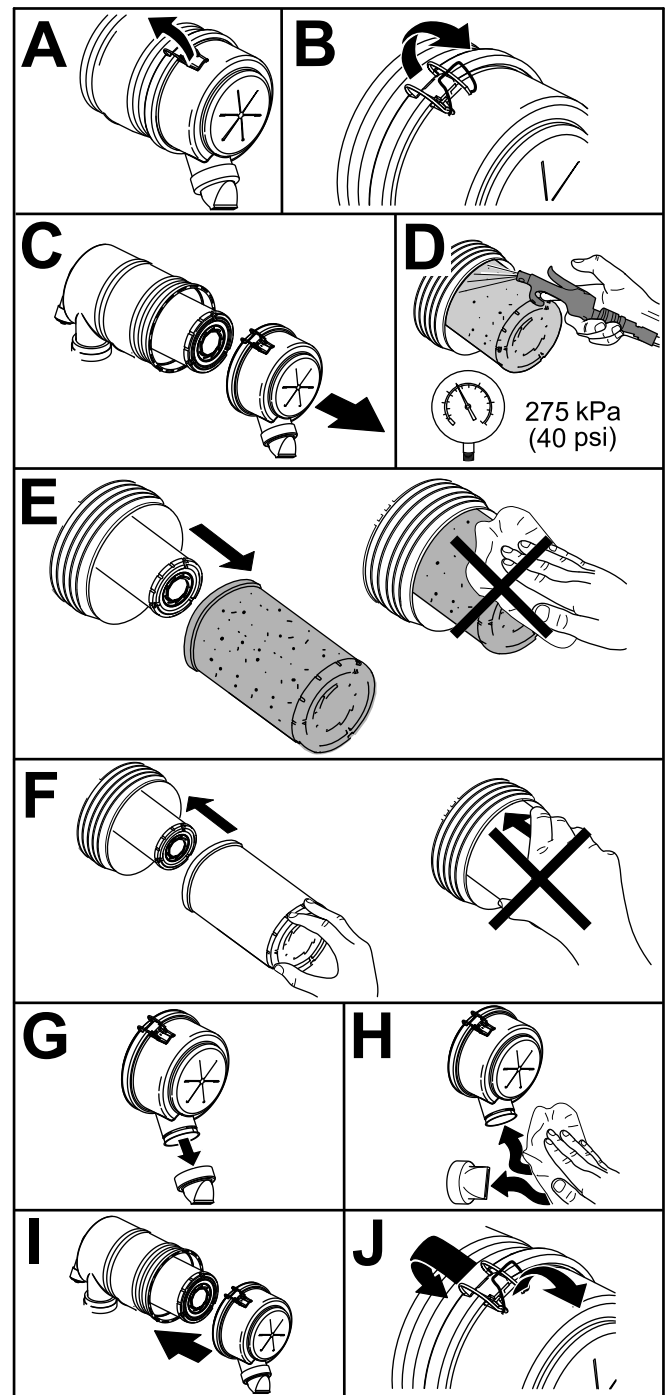

Bild 81
1. Tauschen Sie den Luftfilter aus (Bild 81).